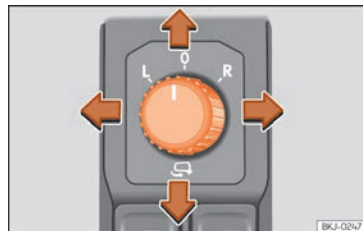

Abb. 148 Drehschalter für die Außenspiegel.
- Zum Anklappen der Außenspiegel drehen Sie den Drehknopf » » **Abb. 148** in Stellung . Sie sollten die Außenspiegel immer anklappen, wenn Sie eine automatische Waschanlage durchfahren, um Beschädigungen zu vermeiden.